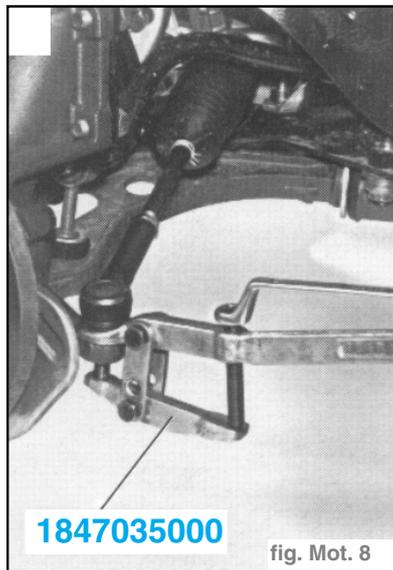

fig. Mot. 8
- En utilisant l'outil **1847035000**, déboîter l'axe de la barre de direction. (fig. Mot. 8)